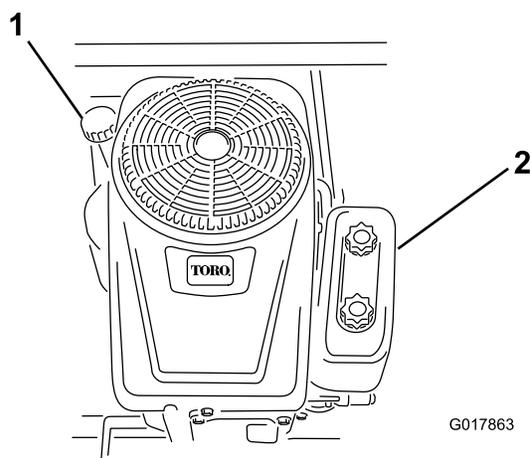

Figura 30
4. Limpie alrededor de la varilla de nivel de aceite (Figura 30) para impedir que caiga suciedad por el orificio de llenado y cause daños en el motor.
6. Vierta lentamente aproximadamente el 80% de la cantidad especificada de aceite por el orificio de llenado (Figura 30).